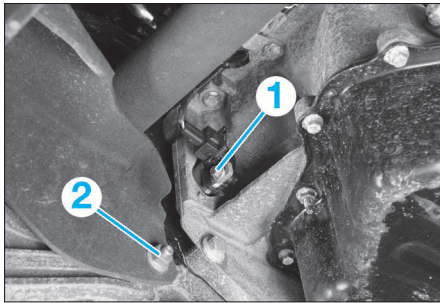

FIG. 6
- Déconnecter le capteur de position vilebrequin (1) (Fig.6).
- Déposer le renfort (2).